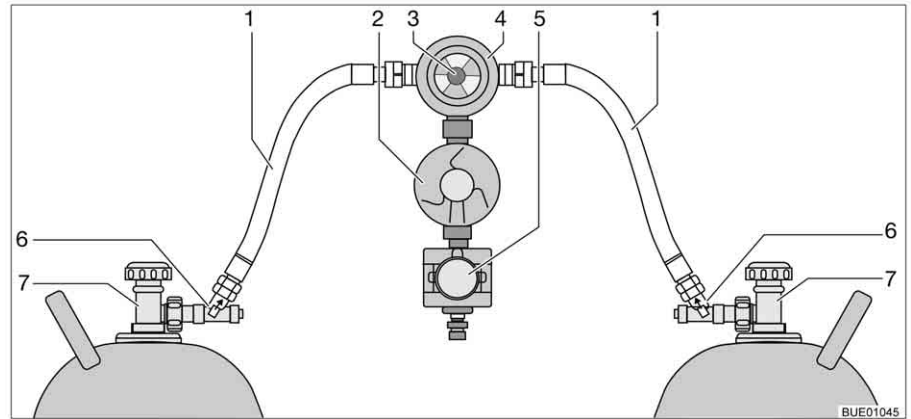

Fig. 99 Dispositif de commutation Crash Protection Unit
La Crash Protection Unit se compose de deux limiteurs de débit à verrouillage manuel (Fig. 99,6), d'une valve de commutation (Fig. 99,4) avec régulateur de pression (Fig. 99,2), d'une électrovanne (Fig. 99,5) et d'une unité de commande à DEL de trois couleurs. La valve de commutation est montée entre les deux lyres (Fig. 99,1).
Un bouton rotatif (Fig. 99,3), situé sur la valve de commutation, permet de définir laquelle des bouteilles de gaz est celle de service et laquelle est celle de réserve.
Seules les fonctions électriques peuvent être activées sur l'unité de commande (Fig. 100). Les robinets principaux des bouteilles de gaz (Fig. 99,7) et les dispositifs de déverrouillage (Fig. 99,6) doivent être ouverts manuellement.
- Ouvrir les robinets principaux des bouteilles de gaz (Fig. 99,7).
- Appuyer sur les dispositifs de déverrouillage (Fig. 99,6) l'un après l'autre pendant 10 secondes.
- Choisir la bouteille de gaz avec le bouton rotatif (Fig. 99,3) de la valve de commutation (Fig. 99,4) à partir de laquelle le gaz sera utilisé principalement (bouteille de service).
- Fermer les robinets principaux des bouteilles de gaz (Fig. 99,7).